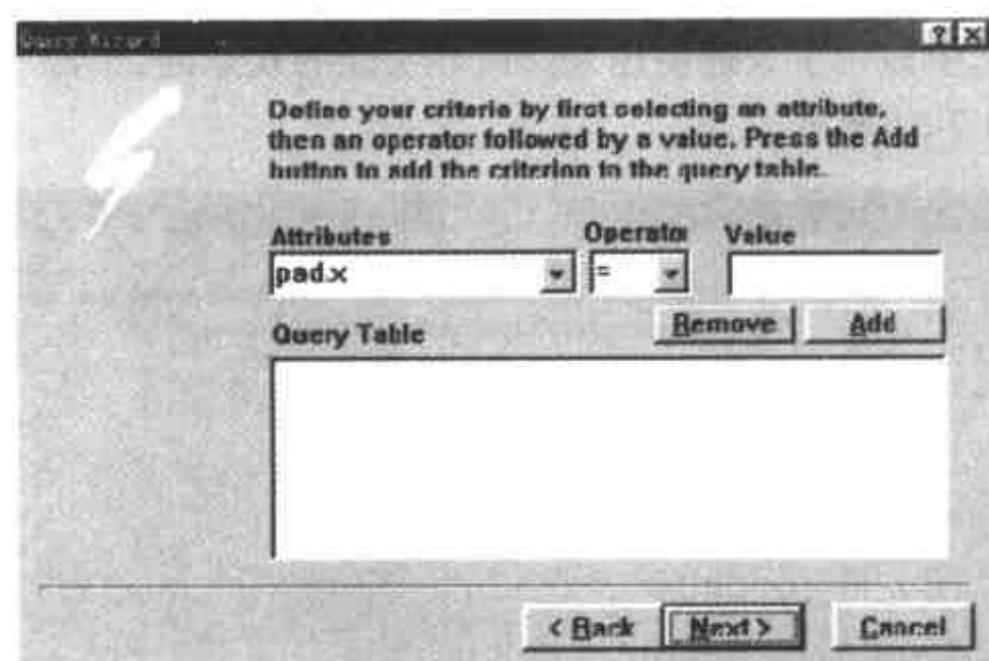

图 7-36 设置选取对象的条件
- (4) 在此对话框的列表框中提供了 6 个复选框,供用户指定所要选取的对象类型,包括 arc, pad, via, track, text, fill,本例中单击 pad 复选框,指定要选取的对象类型为焊盘;然后单击 Next 命令按钮,打开下一个对话框,如图 7-36 所示。
- (5) 在对话框中单击 Attributes 选项的下拉列表框,在弹出的下拉列表中提供了若干选项,供用户选择所要筛选的属性项目;然后单击 Operator 选项的下拉列表框,在弹出的下拉列表框中选择筛选所使用的逻辑操作类型;然后在 Value 选项的输入框中输入筛选